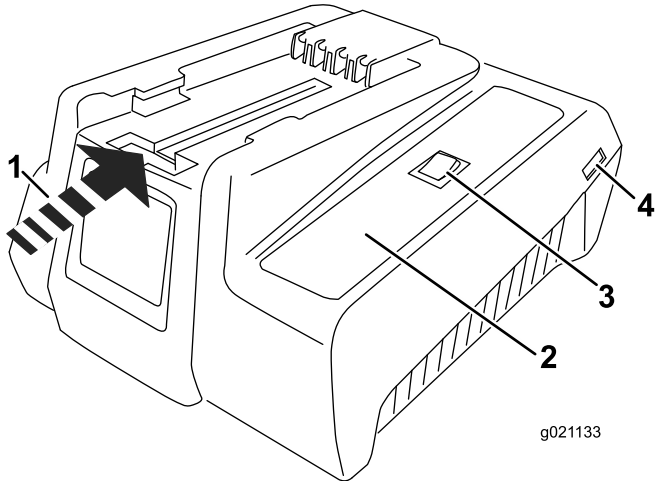
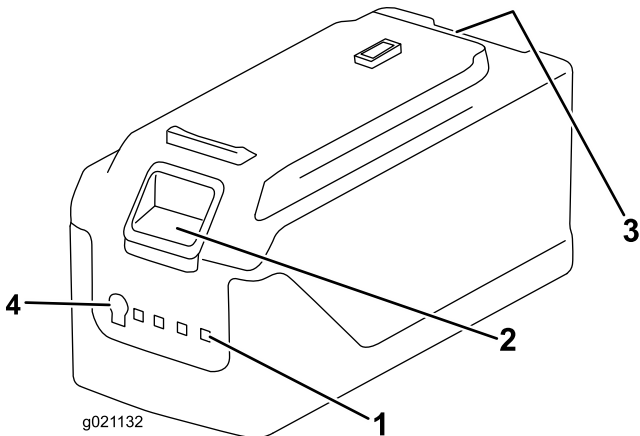

Figura 22
Figura 23
1. Si el cable de alimentación no está enchufado en el cargador, enchúfelo en el cargador (Figura 22) y enchufe el cable de alimentación eléctrica en una toma de corriente.
2. Ponga la batería boca abajo y alinee el terminal de la batería con la ranura del cargador (Figura 22 y Figura 23).